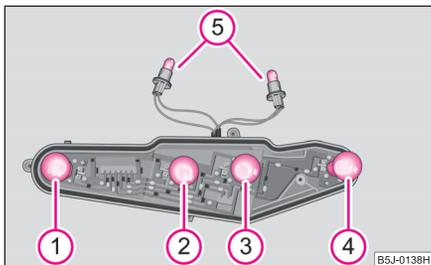

Fig. 194 Unidad de luces posteriores: Posición de montaje de las bombillas
- Para cambiar la bombilla de la luz de población, girar el conector de lámparas de la bombilla ⑤ hasta el tope hacia la izquierda (en dirección de las flechas de la caja) y sacarlo de la caja ⇒ fig. 194.
Posición de montaje de las bombillas en la unidad de luces posteriores ⇒ fig. 194